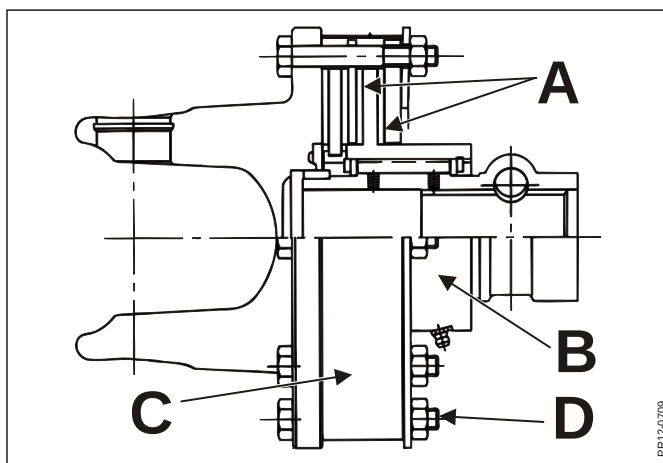

Fig. 7-4
- Fig. 7-4**
Fig. 7-4 IMPORTANT: La bande métallique extérieure **C** indique si le serrage des ressorts est correct. Serrer les boulons **D** de manière à permettre une rotation de la collerette **C** (max. 0,5 mm de jeu). Le couple de serrage n'est pas correct si la bande métallique est trop serrée ou déformée à cause d'un serrage excessif des boulons.